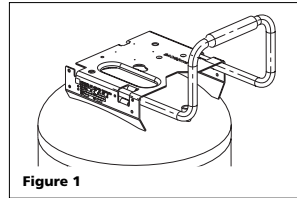

Figure 1
2. Introduire le manche à travers le couvercle de protection et dans la plaque de base tel qu'indiqué sur la Figure 1. Le manche doit s'ajuster dans les ouvertures spéciaux de la plaque de base.